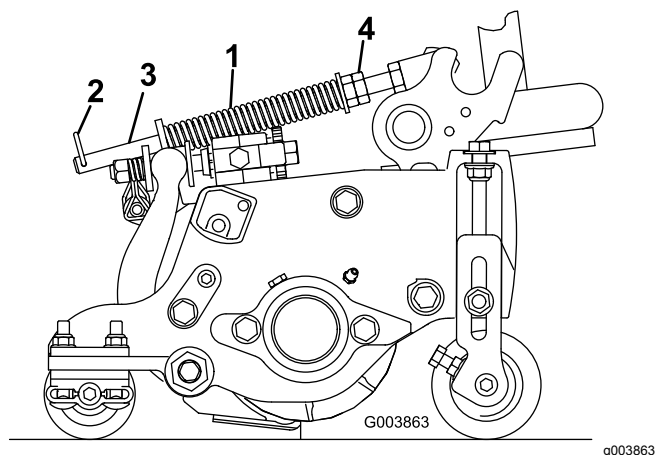

Рисунок 21
Пружина компенсации состояния грунта (Рисунок 21) переносит вес с переднего на задний валик. Это препятствует образованию на грунте волнообразных неровностей (так называемых «волн» или «трясок»).
1. Убедитесь, что шплинт вставлен в заднее отверстие штока пружины (Рисунок 21).
2. Затяните шестигранные гайки на переднем конце штока пружины так, чтобы длина сжатой пружины была равна 15,9 см; см. Рисунок 21.